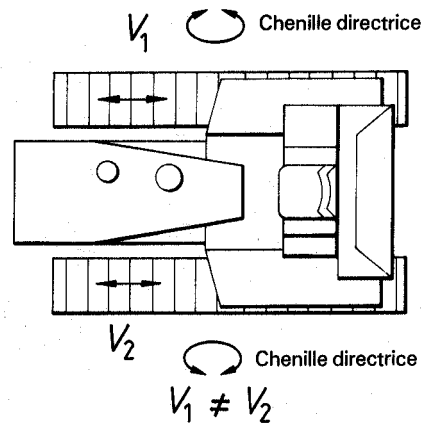

Figure 9 — Direction agissant indépendamment sur chaque chenille ($V_1 \neq V_2$)
5.1.3.6 Direction agissant indépendamment sur chaque chenille (voir figure 9)